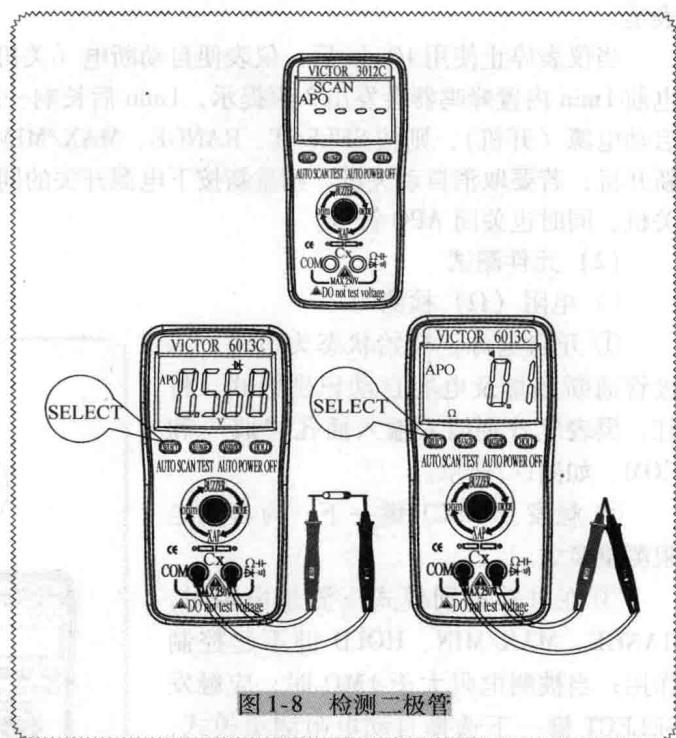

图 1-8 检测二极管
① 开启电源，初始状态为电阻、二极管通断测量及电容自动识别模式，将红、黑表笔分别插入输入插孔 Ω^{+} 和 COM，如图 1-8 所示。
② 触发 SELECT 键两下，为通断测量模式。
③ 触发 SELECT 键三下，为二极管测量模式。测量二极管时，红色表笔接到二极管的正极，黑色表笔接到二极管的负极，仪表将显示二极管的正向压降，反之则显示 OL。
④ 注意：